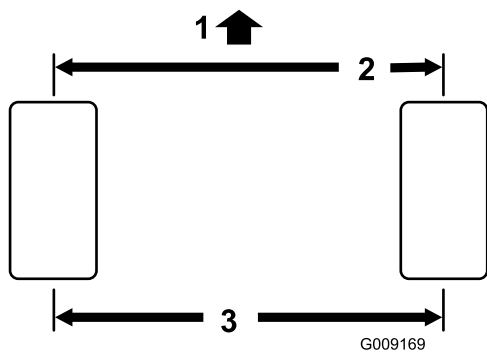

Figura 63
2. Mida la distancia entre centros (a la altura del eje) en la parte delantera y trasera de los neumáticos de dirección (Figura 63).